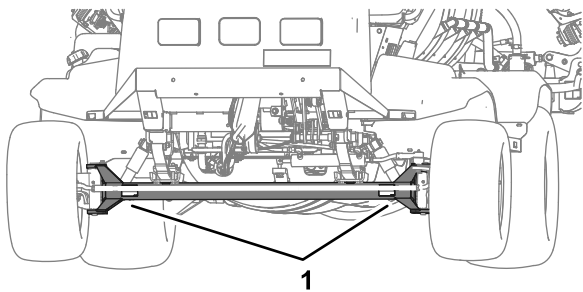
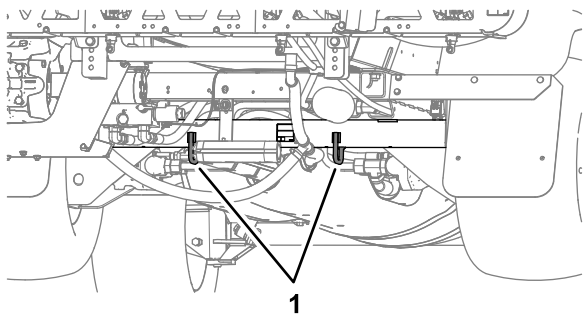

图 58
图 59
- 将机器牢固地栓系在运输车辆上; 图 58 和图 59 显示了机器的栓系点位置。